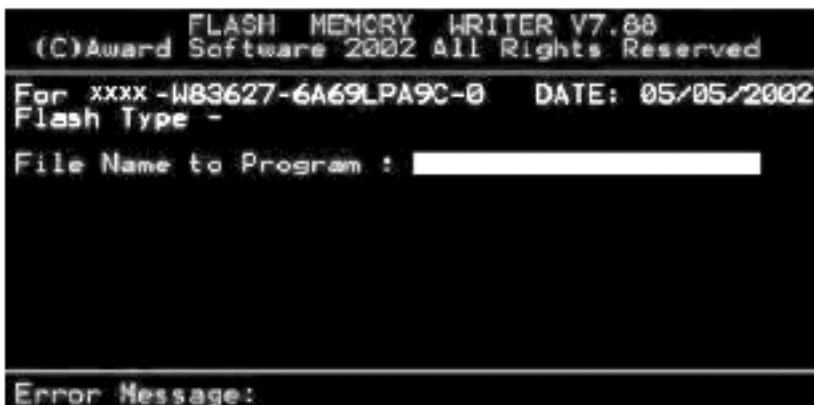

图 2-13 AWDFLASH 执行菜单界面
- 1) 首先下载对应笔记本电脑 BIOS 型号的 xxxx.exe 文件，再将它自动解压缩复制到 DOS 启动盘中。然后在纯 DOS 环境下输入“A: AWDFLASH”命令并按 <Enter> 键，即显示如图 2-13 所示的执行菜单。